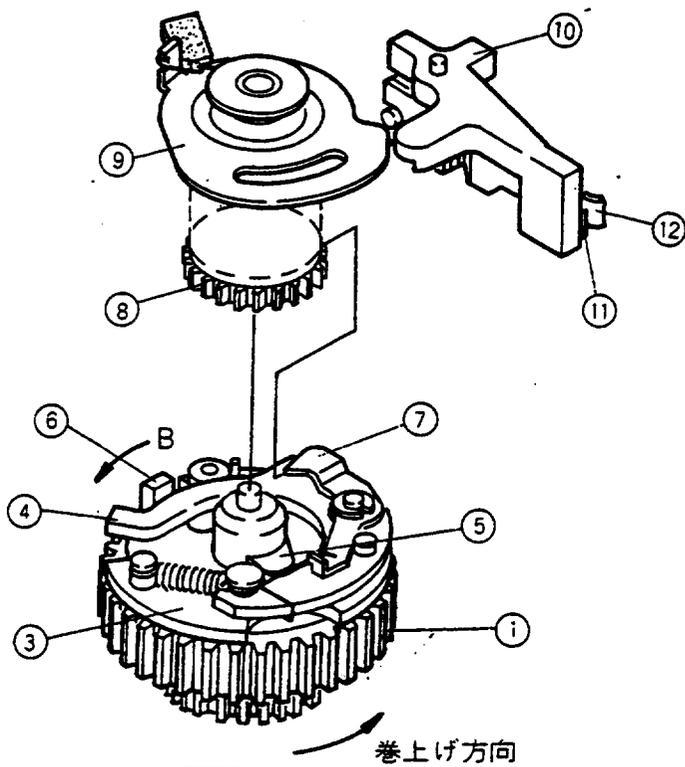

fig. 1
巻上げ機構で説明した如く、G5ギア①にモーターの回転が伝達されると、クラッチ機構内のクラッチバネ②、クラッチ板③を介し、クラッチレバー④がFig. 1の如く巻上げクラッチ⑤をA方向に押し、カメラの巻上げを行なう。
この時、巻上軸②の偏心に連結されている送り爪③が往復運動(B方向)を開始し、③の爪がカウンターギア④をC方向に送り、止め爪⑤にてカウンターギアを保持する。カウンターが送られ、カウンター目盛が"1"から"0"に変わると、カウンタープリント板⑥の導体部⑦がカウンターsw⑧の接片と接触し、ONとなる。(fig.1、2、3)